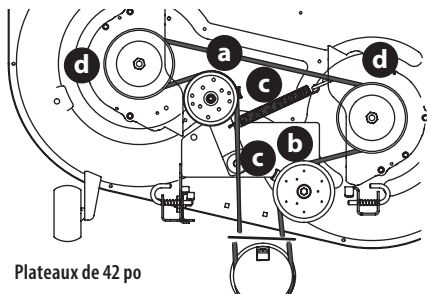
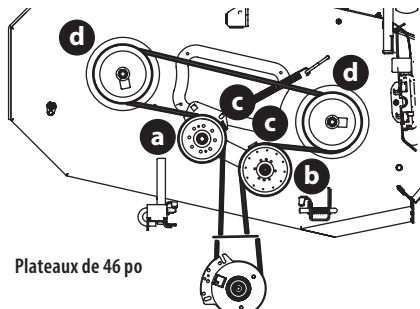
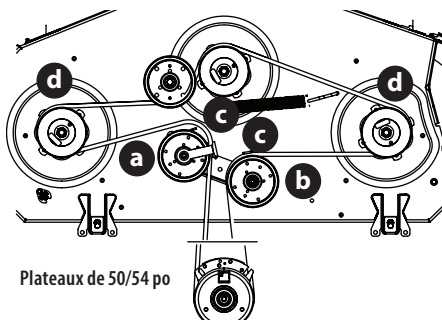
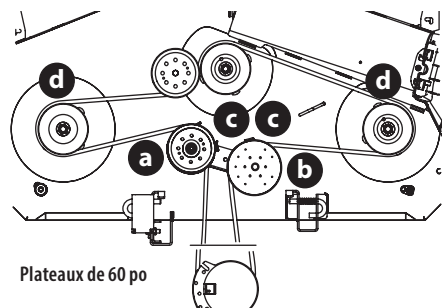

Figure 46
Figure 47
Figure 48
Figure 49
2. Desserrez, mais ne retirez pas le matériel du galet tendeur droit (a) et gauche (b). Consultez cette page pour les plateaux de 42 pouces (Figure 46), les plateaux de 46 pouces (Figure 47), les plateaux de 50 et 54 pouces (Figure 48) et les plateaux 60 pouces (Figure 49).